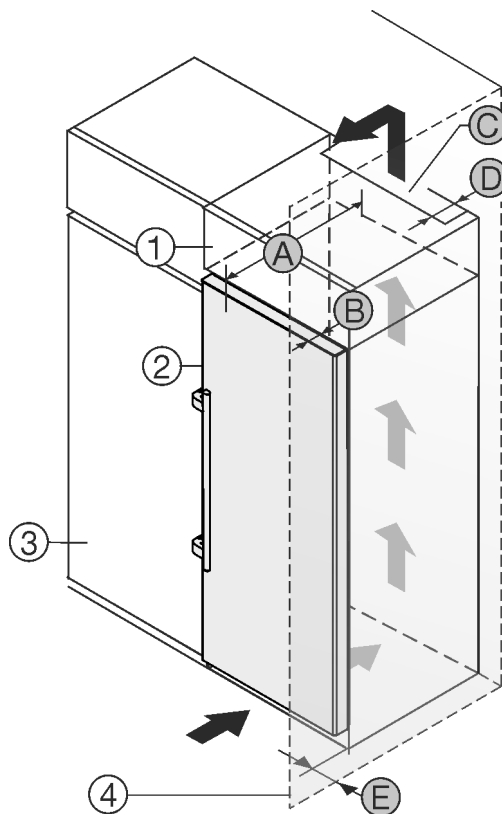

Fig. 1
A készülék közvetlenül a konyhaszekrény Fig. 1 (3) mellé állítható.
A rátétszekrény hátoldalán egy megadott mélységű Fig. 1 (D) szellőzőaknákat kell kialakítani a rátétszekrény teljes szélességében.
A mennyezett alatt be kell tartani a szellőző keresztmetszetet Fig. 1 (C).
Ha a készüléket a zsanérjaival a fal Fig. 1 (4) mellé állítja fel, legalább 57 mm távolságot kell tartani a faltól. Ez a fogantyú túlnyúlásának felel meg, amikor kinyitja az ajtót.
Ahhoz, hogy az ajtót teljesen ki tudja nyitni, a készüléknek a konyhaszekrény elülső oldalához képest legalább az ajtó mélységének Fig. 1 (B) megfelelően ki kell állnia. A konyhaszekrények Fig. 1 (3) mélységétől és a fali távtartók használatától függően a készülék nagyobb mértékben is túllóghat előre felé.